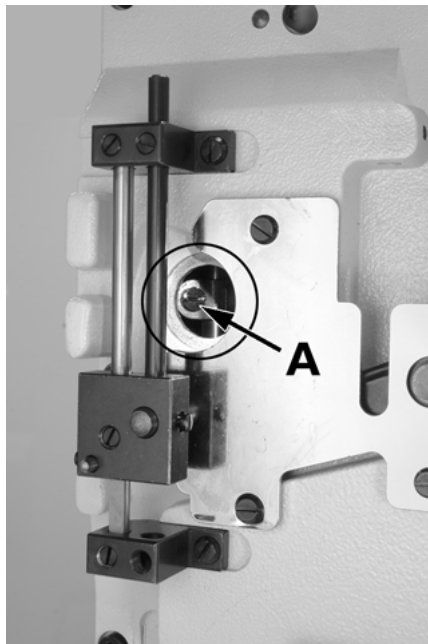

Bild 1
Richten Sie die Nadelstange so aus, dass beide Nadeln in der Mitte der Stichlöcher in der Stichplatte (Bild 2) einstecken. Zum Einstellen lösen Sie die Schraube (A) in Bild 1.